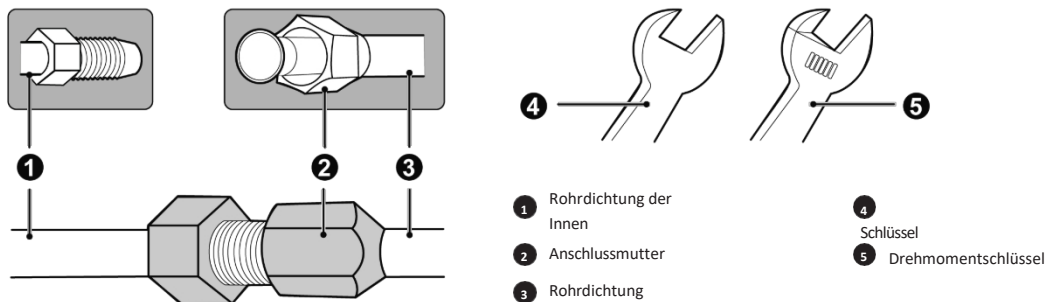

Abb. 4.7
- 1 Setzen Sie die Gewindeverbindung mittig auf die Aufweitmuffe des Kupferrohrs und schrauben Sie sie wie in Abb. 4.7 gezeigt fest.